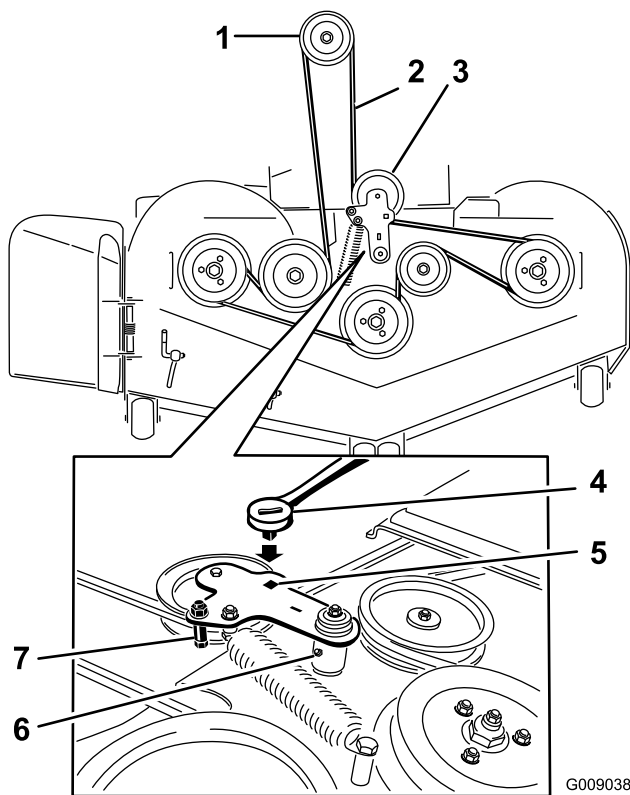

Figure 84
5. Insérez un rochet dans le trou carré du bras de la poulie de tension pour détendre le ressort de la poulie de tension (Figure 84).
7. Enlevez le guide de courroie situé sur le bras de la poulie de tension rappelé par ressort (Figure 84).
9. Acheminez la courroie neuve autour des poulies du plateau de coupe et de la poulie d'embrayage, sous le moteur (Figure 84).
- Montez le guide de courroie sur le bras de la poulie de tension (Figure 84).
- Insérez le rochet dans le trou carré et montez le ressort de la poulie de tension (Figure 84).